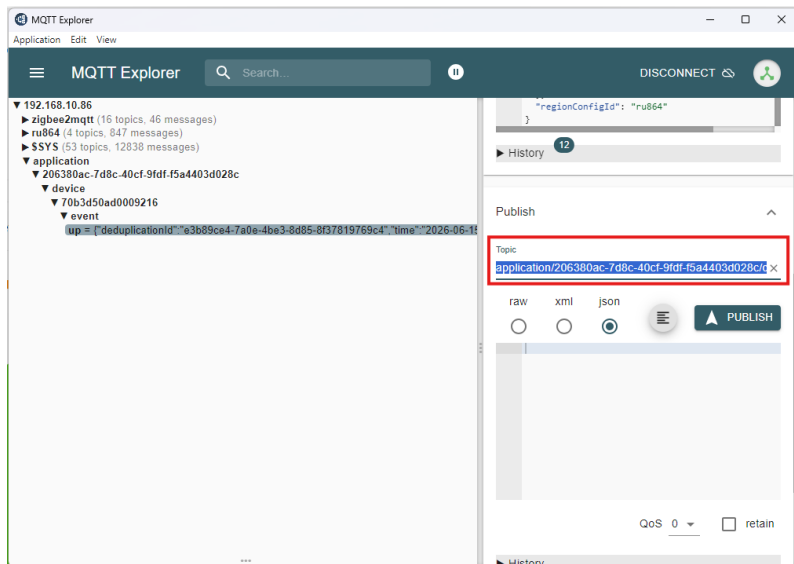

Рис. 3.45. Топик Loga-датчика в MQTT Explorer
- Внутри топика сообщения передаются в формате JSON (рис. 3.45), содержащем вложенный объект object: